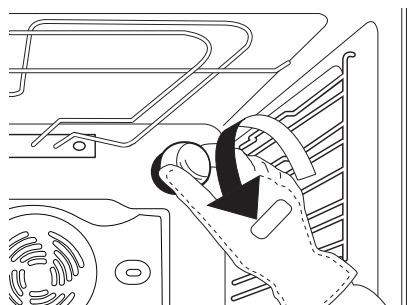

Abb. 5
2. Schrauben Sie die Lampenabdeckung ab (Abb. 5). Wechseln Sie die Glühlampe aus (bezüglich des Typs siehe nachstehenden Hinweis) und schrauben Sie die